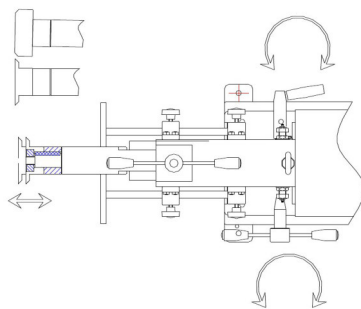

Abb. 11: Unterwalze positionieren
Schritt 3: Den Klemmhebel der Unterwalze lösen (Abb.11 unten) und die Unterwalze in die für den Biegevorgang passende Position zur Oberwalze fahren (Abb.11 oben).